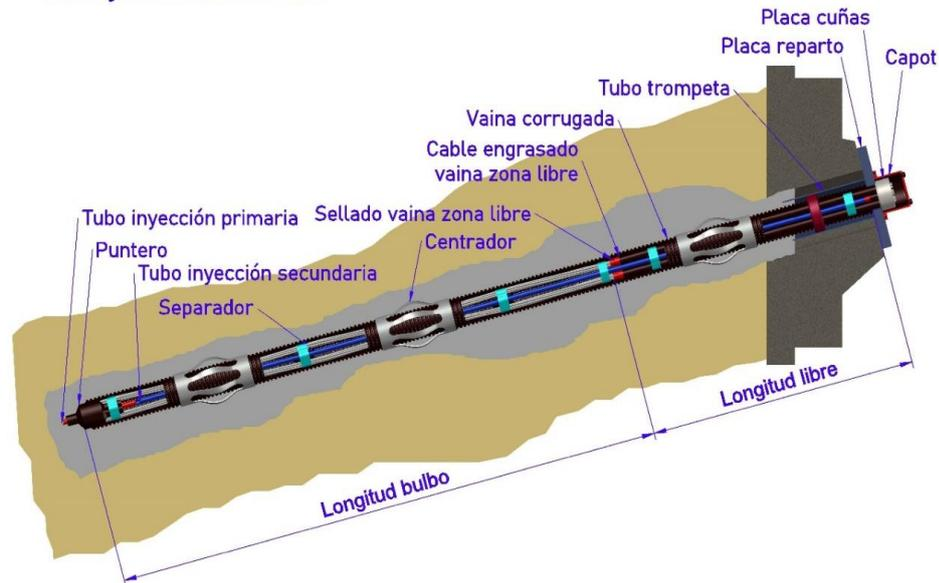

Figura 2. Definición del anclaje permanente
- **Anclajes permanentes:** de acuerdo con el DEE 160071-00-0102, con protección mejorada contra la corrosión, tipo PLE1 (ver Figura 2 y Anexo 3). En este tipo, cada sección está protegida contra la corrosión de la siguiente manera: